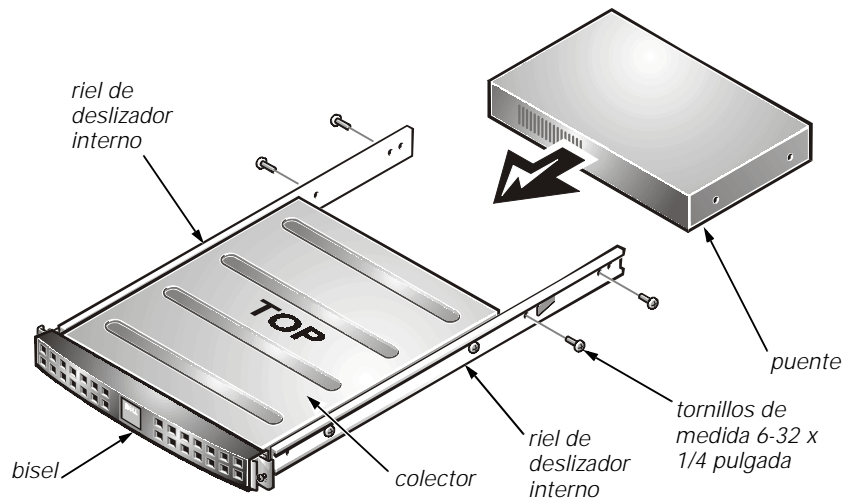

Figura 4-3. Montaje del puente en el colector
3. Alinee los orificios de los rieles de deslizadores internos con los orificios en el lado del puente (consulte la figura 4-3).